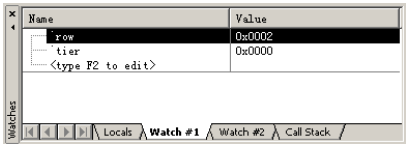

图 23-16 “Watch #1”窗口
(2) 按 F11 键, 单步向下执行, 在 switch 语句中, 扫描获得行号, 可以在“Watch #1”窗口中观察到变量 row 的值, 如图 23-16 所示。